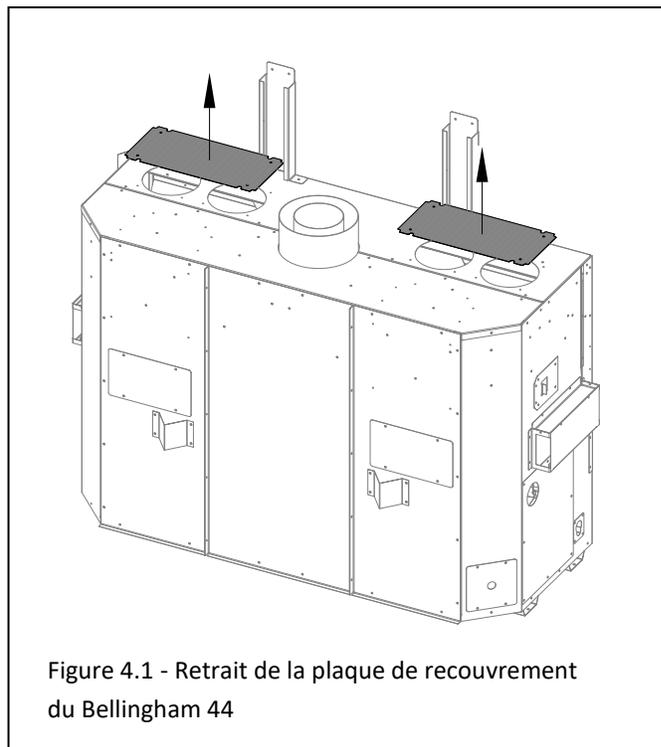
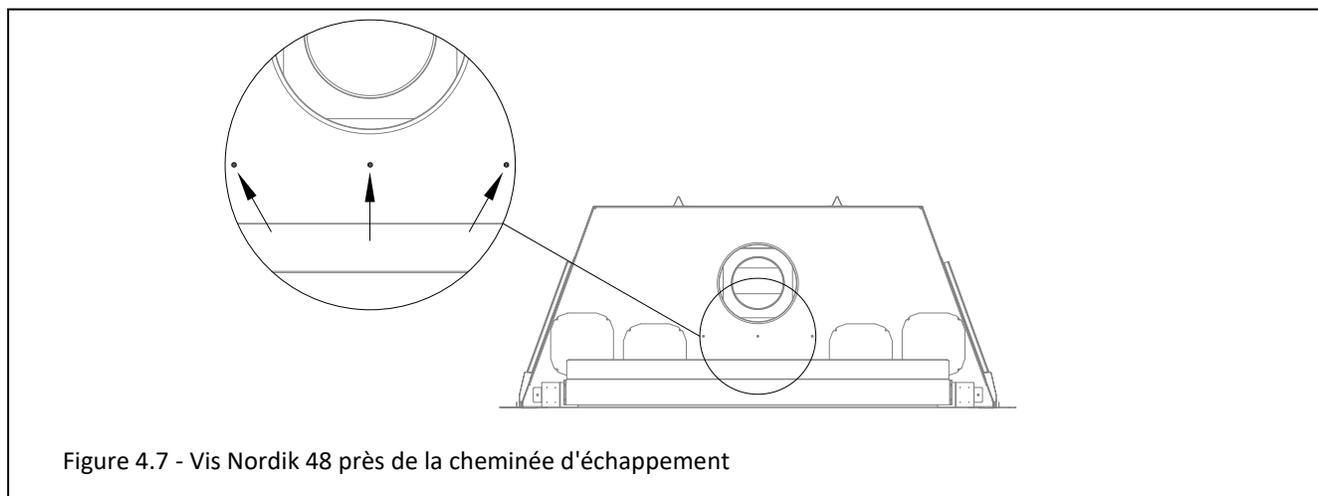

Figure 4.1 - Retrait de la plaque de recouvrement du Bellingham 44
Figure 4.7 - Vis Nordik 48 près de la cheminée d'échappement
1. Retirez le déflecteur de convection de l'appareil. Le déflecteur est fixé par (4) vis juste derrière le bord supérieur de l'ouverture du foyer. Il y a un petit clip de déflecteur au centre où vous retirez (2) vis, puis les (2) vis restantes impliqueront (1) vis de chaque côté du déflecteur de convection. Recyclez ce panneau car il n'est plus nécessaire. Voir la figure 4.1.
2. Retirez (4) plaques de recouvrement sur le dessus de l'appareil (4 vis chacune).
3. Retirez (3) vis à tête du haut de l'assemblage (voir gros plan sur la figure 4.7) et (2) vis à tête sur le côté de l'assemblage (une vis de chaque côté illustrée dans la deuxième image de la figure 4.1). Vous pouvez maintenant séparer les deux sections de l'ensemble coque extérieure supérieure. Retirez et jetez l'isolation et la section inférieure de l'assemblage supérieur.
4. Réinstallez l'ensemble coque extérieure supérieure sur l'appareil à l'aide des (13) vis à tête précédemment retirées.